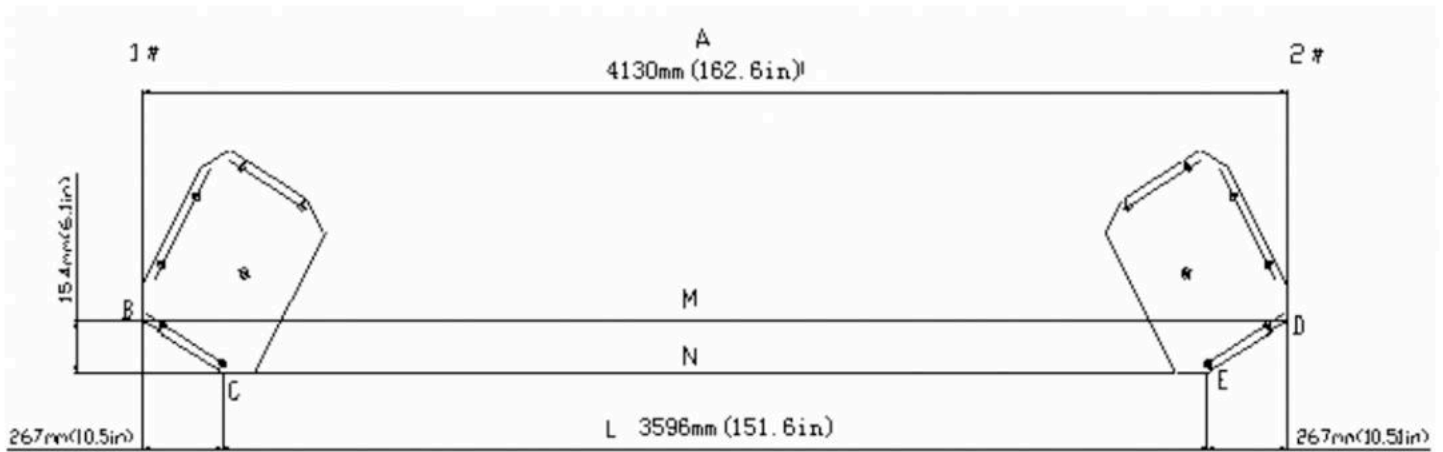

рис. 6b
Монтаж основної плити TLT250AT(C) при асиметричному встановленні показаний на рис. 6b.
- Використовуючи загальну ширину (A) як базу, накресліть на бетонній плиті дві паралельні лінії (#1 і #2) з похибкою не більше 3 мм.